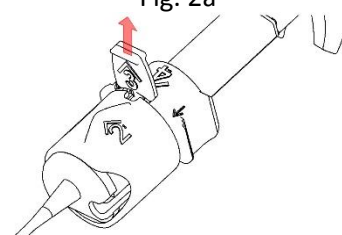

Fig. 2b
5. Ziehen Sie den roten Stopper heraus (siehe "3" in Abb. 2b) und entsorgen Sie ihn.